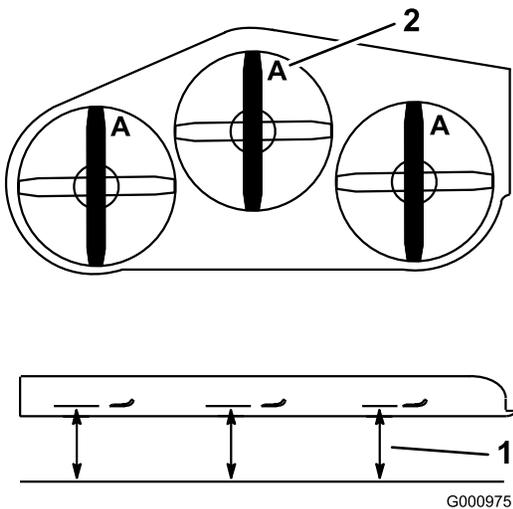

Bild 15
2. Messen Sie von einer ebenen Fläche bis zu den Schnittkante (Stellung A) der Messer (Bild 15).